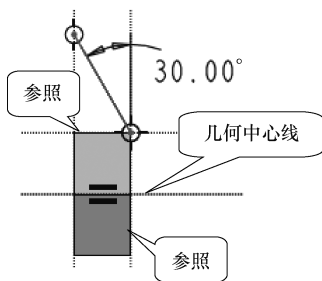
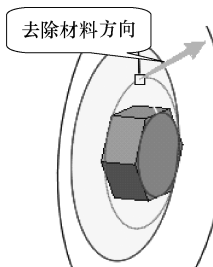
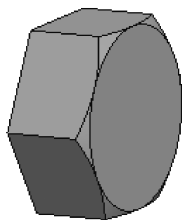

图4-159 选取参照绘制截面
图4-160 修改去除材料方向
图4-161 六角头
- (7) 单击【旋转】按钮，在对话框设置为移除材料模式。
- (8) 选取“TOP”基准面作为草绘平面，其余使用默认设置，进入草绘界面。选择菜单栏中的【草绘】|【参照】命令，加选两个参照，并绘制截面图形，如图4-159所示。
- (9) 单击【完成】按钮，接受草绘图形，回到设计窗口，拖动鼠标中键预览模型。
- (10) 单击代表去除材料方向的黄色箭头，使其如图4-160所示，单击鼠标中键，完成六个尖角的切割，生成的模型如图4-161所示。